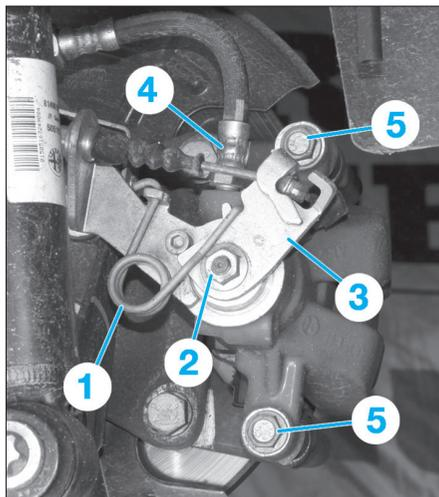

Fig. 11
- A l'aide d'une pince, déposer le ressort (1) (Fig.11).
- Déposer l'écrou (2).
- Déposer le levier (3).
- Débloquer le flexible de frein (4) sur l'étrier.